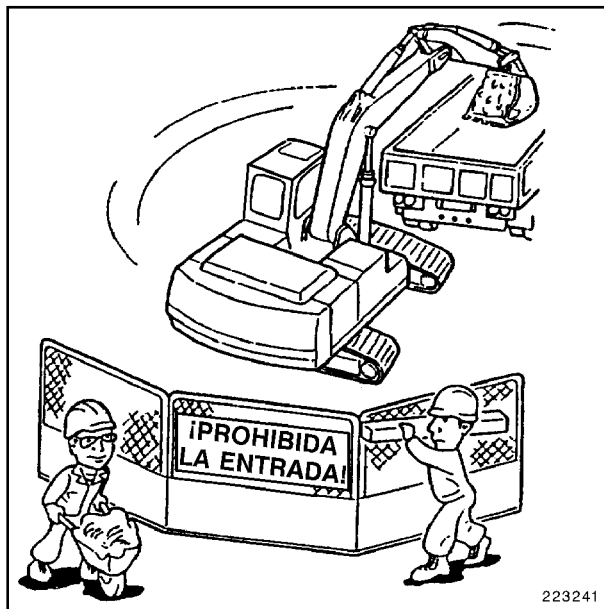

Fig. 7
- No deben encontrarse en el área de giro ni personas ni objetos. Observe siempre los alrededores durante el trabajo. Tenga cuidado especialmente al realizar giros en obras de espacio restringido para que no choque con la parte trasera de la máquina contra objetos (Fig. 7).